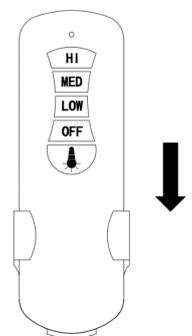

Abb. 10b
2. Setzen Sie die Fernbedienung in die Halterung. (Abb. 10b)